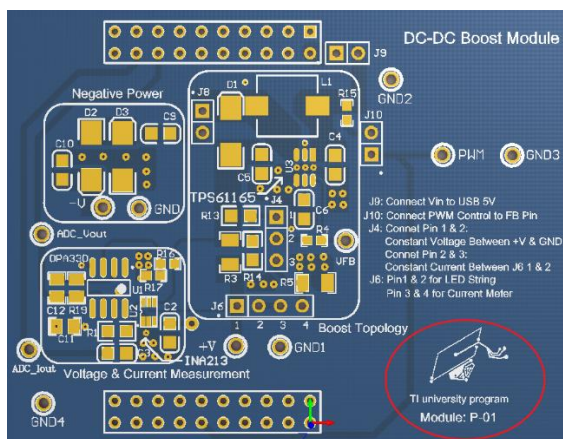
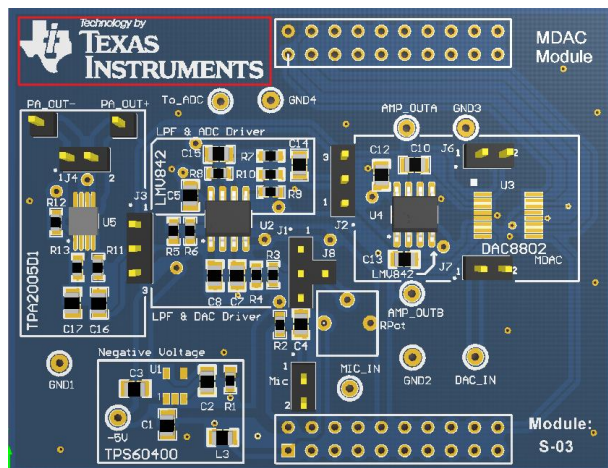

图 3 套件第一版模块上的丝印
图 4 套件第二版模块上的丝印
- 与外壳封面相似，套件上每个模块上丝印标记不同，**ver1** 模块上丝印的图标为 TI 大学计划的图标，**ver2** 为 TI 官方的图标。如图 3 和图 4 红色标注。